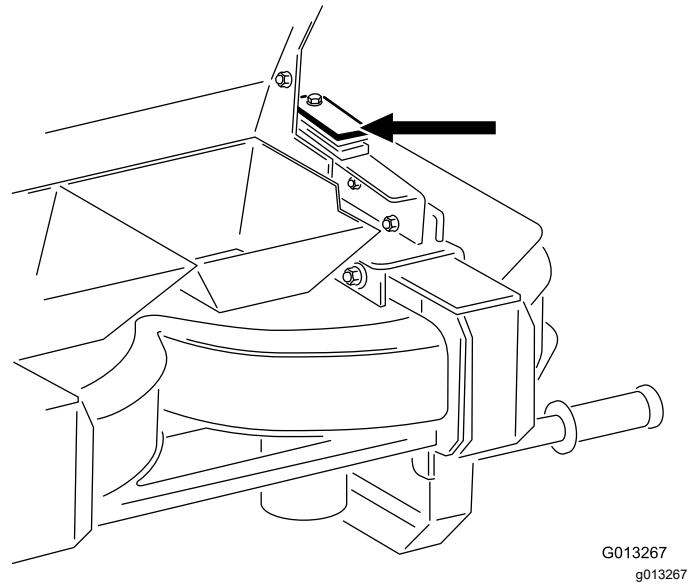

Figura 2
1. Si va a utilizarse un doble rotor en la misma recebadora, retire el espaciador de plástico superior ($\frac{3}{8}$ "), tal y como se muestra en la Figura 2, así como el espaciador metálico ($\frac{1}{4}$ "), y sustitúyalos con los espaciadores de metal y plástico suministrados. Esto permite dejar colocadas las chapas laterales instaladas anteriormente, tanto si se instala un doble rotor como una cinta transportadora y kit de giro.